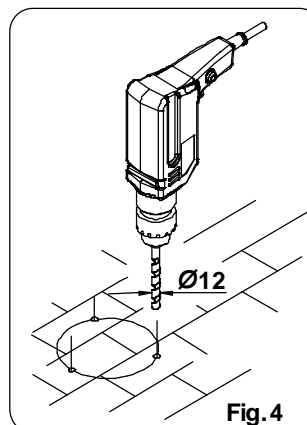

Fig.4
- Procedere poi come illustrato in Fig. 4 - 4a - 4b
- Then proceed as shown in Fig 4 - 4a - 4b
- Ensuite, procédez comme indiqué à la figure 4 - 4 - 4b
- Dann gehen Sie wie in Abb. 4 - 4a - 4b
- A continuación, proceder como se muestra en la Fig. 4 - 4 - 4 ter